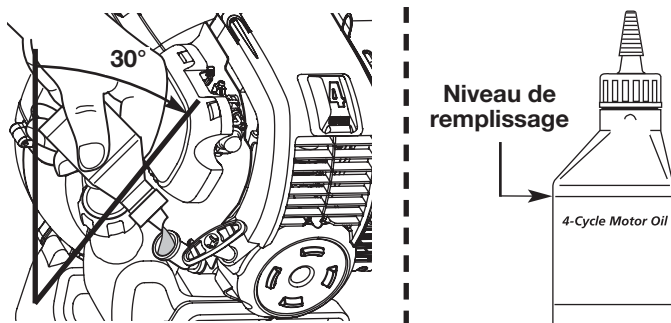

Fig. 22
4. Inclinez l'appareil vers le haut 30° (Fig. 22).
**REMARQUE :** Mesurez la quantité nécessaire à l'aide de la bouteille et de la buse utilisées lors de la mise en service. 90 ml (3,04 oz) correspond environ au haut de l'étiquette de la bouteille (Fig. 22). Vérifiez le niveau d'huile avec la jauge. S'il est trop bas, ajoutez un peu d'huile par l'orifice et revérifiez (Fig. 22). Ne remplissez pas trop.